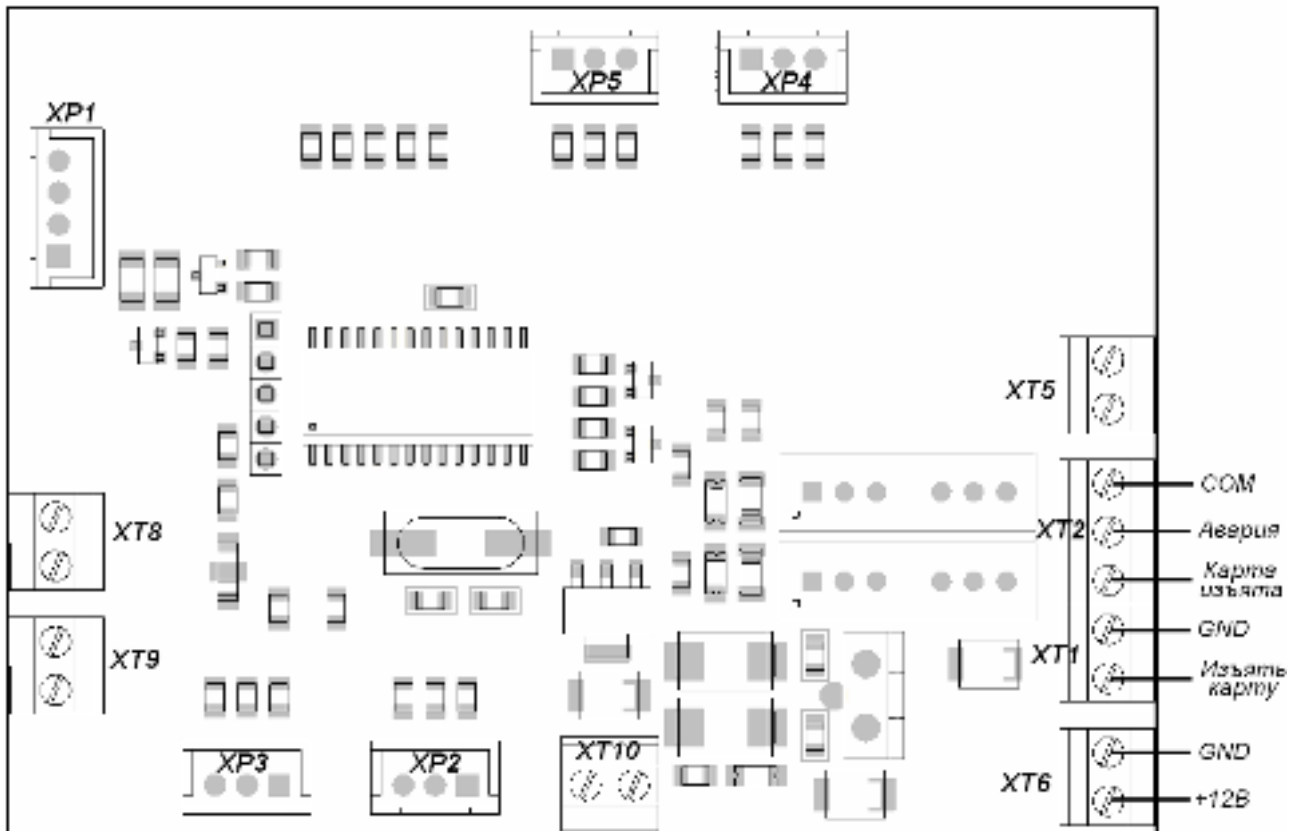
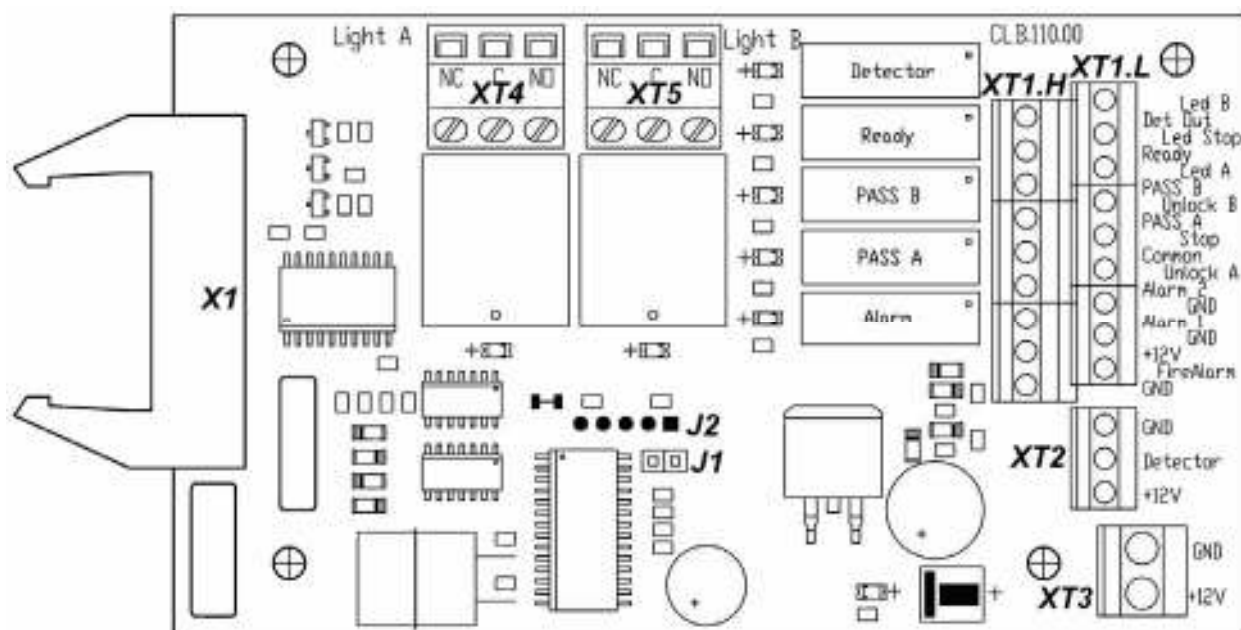
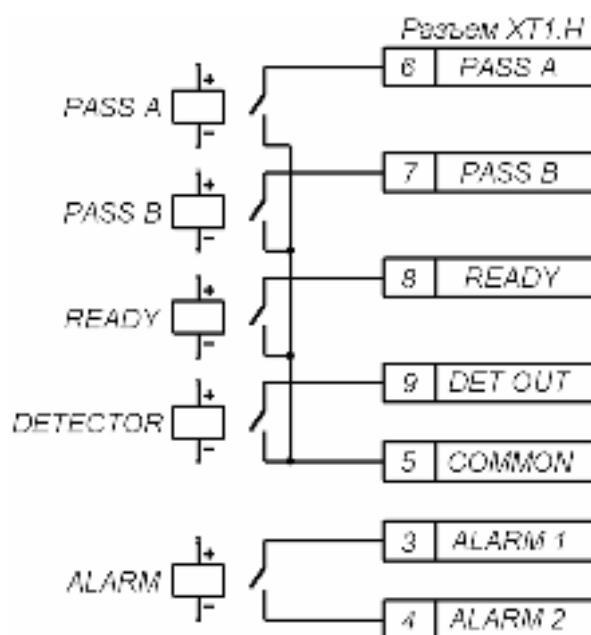

Рисунок 3 Внешний вид платы картоприемника PERCo-PA-450
Рисунок 4 Внешний вид платы PERCo-CLB
Рисунок 7 Выходные каскады для PASS A, PASS B, Ready, Det Out и Alarm.
5.2.3 Внутри стойки расположен кронштейн с установленной платой CLB и клеммами для подключения внешних устройств. К плате CLB подключаются пульт управления, выходы СКУД, устройство радиуправления (при его использовании), датчик контроля зоны прохода (опционально), система аварийной разблокировки турникета. На клеммы подключения внешних устройств выведены линии подключения источника питания, линии управления механизмом картоприемника (плата картоприемника расположена на механизме картоприемника), линии сигналов считывателей. Подключение внешних устройств производится в соответствии со схемой подключения турникета и дополнительного оборудования (см. рис. А.1 Приложения А). Электрические соединения внутри турникета приведены на рис. А.2 Приложения А. Плата CLB изображена на рис. 4. Плата картоприемника изображена на рис. 3.
5.2.4 Пульт управления выполнен в виде небольшого настольного прибора в корпусе из ударопрочного АБС пластика и предназначен для задания и индикации режимов работы при ручном управлении турникетом. Пульт управления подключается к плате CLB гибким многожильным кабелем (17) через клеммную колодку XT1.L (см. рис. 4).
На лицевой панели пульта управления расположены три кнопки для задания режимов работы турникета. Над кнопками расположены индикаторы. **Средняя** кнопка **STOP** (далее – кнопка **Запрет прохода**) предназначена для переключения турникета в режим «**Запрет прохода**». **Левая** и **правая** кнопки (далее – кнопки **Разрешение прохода**) предназначены для разблокировки турникета в выбранном направлении. Изменить ориентацию пульта управления относительно установки стойки турникета (если на месте установки стойка обращена к оператору не лицевой, а тыльной стороной) можно, поменяв местами провода от пульта управления, подключаемые на контакты *Unlock A* и *Unlock B* а также *Led A* и *Led B* соответственно (см. рис. 4 и рис. А.1 Приложения А).
5.2.5 На плате CLB (см. рис. 4) расположены:
5.3.7 Обозначения установленных на плате CLB клеммных колодок и назначение их контактов показаны на рис. 4.
5.4.3 Реле *PASS A* (контакты *PASS A* и *Common*), *PASS B* (контакты *PASS B* и *Common*), *Ready* (контакты *Ready* и *Common*), *Detector* (контакты *Det Out* и *Common*) и *Alarm* (контакты *Alarm 1* и *Alarm 2*) имеют нормально-разомкнутые контакты. При этом общий для этих реле контакт *Common* не соединен с минусом источника питания турникета. В исходном (неактивном) состоянии при включенном питании контакты реле *PASS A*, *PASS B*, *Ready* и *Detector* замкнуты (на обмотку реле подано напряжение), а контакты реле *Alarm* разомкнуты (напряжение на обмотку реле не подано). Факт срабатывания/отпускания реле *PASS A*, *PASS B*, *Ready*, *Detector* и *Alarm* можно определить по загоранию/гашению красных индикаторов, которые установлены вблизи указанных реле (см. рис. 4). Выходные каскады для *PASS A*, *PASS B*, *Ready*, *Det Out* и *Alarm* – контакты реле (см. рис. 7) со следующими характеристиками сигналов:
5.5.2 Режим управления определяется наличием перемычки на разъеме *J1* (расположение разъема *J1* показано на рис. 4): перемычка установлена – импульсный режим управления, перемычка снята – потенциальный режим управления. При поставке перемычка установлена.
5.9.2 Подключение датчика контроля зоны прохода производится к клеммной колодке *XT2*, а сирены – к клеммной колодке *XT1.H* платы *CLB* согласно схеме электрических соединений (см. рис. А.1 Приложения А и рис. 4). Датчик контроля зоны прохода должен иметь нормально-замкнутые контакты.
На контакты *Det Out* и *Common* клеммной колодки *XT1.H* платы *CLB* (см. рис. 4) всегда транслируется сигнал о текущем состоянии датчика контроля зоны прохода.
5.9.3 Подключение устройства, подающего команду аварийной разблокировки, производится к клеммной колодке *XT1.L* платы *CLB* согласно схеме электрических соединений (см. рис. А.1 Приложения А и рис. 4). Если вход *Fire Alarm* не используется, то необходимо установить перемычку между контактами *Fire Alarm* и *GND*.